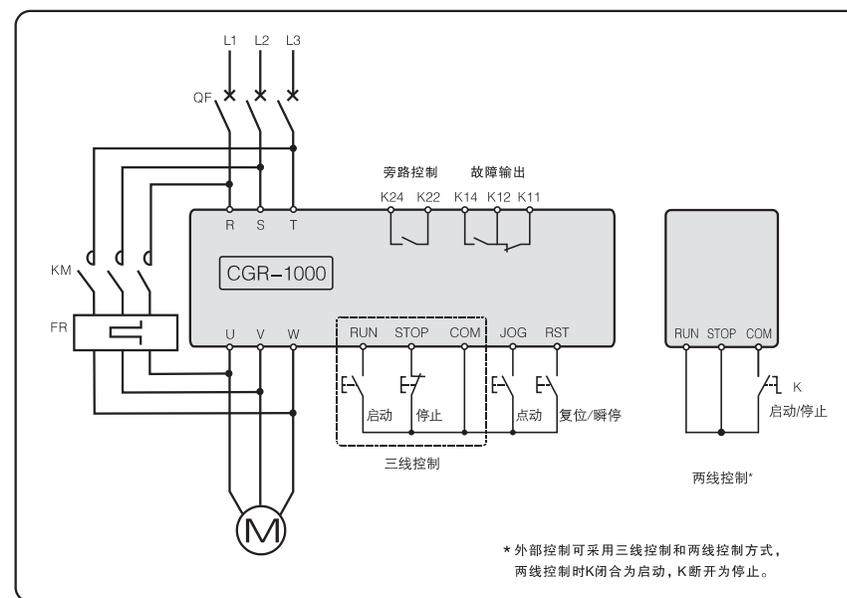

图 5-2
1. CGR1000系列软启动器在启动完成后，不具备在线运行功能。因此，使用时必须配接旁路接触器KM，详见图5-2。
2. CGR1000系列软启动器在启动完成，旁路接触器吸合后，仅具备输入电压缺相保护功能。因此，在使用时，电机侧必须加装热继电器或电机保护器来实现对电机的保护，详见图5-2。
注：当设置值为 00003 时（键盘、外控端子均有效），如果外控端子接线为两线控制接法时（图 5-2），键盘启动操作无效。
2. CGR1000系列软启动器外部启动、停车控制有两种接线方式，即三线控制接线和两线控制接线，详见图5-2。
\* 表示外控有两种接线方式，详见基本接线图5-2。